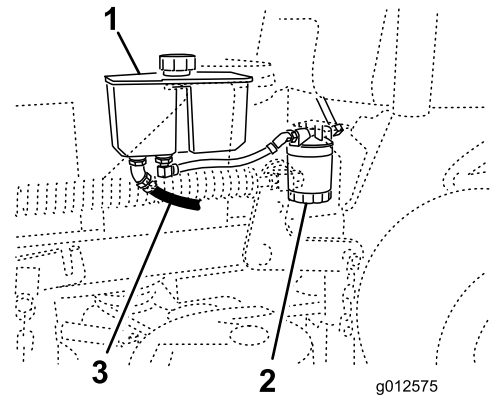

Bild 75
4. Stellen Sie eine Auffangwanne am vorderen Hydraulikschlauch unter den Hydraulikbehälter (Bild 75).